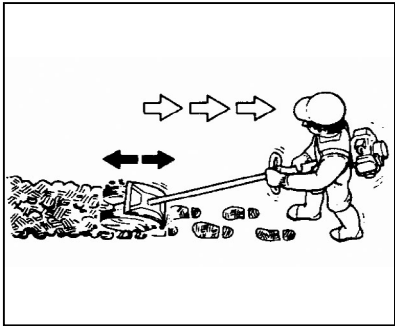

Fig. 6
- When you want to erase your foot-prints, pull the unit backwards. (Fig. 6)
- Lorsqu'on veut effacer les empreintes de pas, tirer l'ensemble en arrière. (Fig. 6)